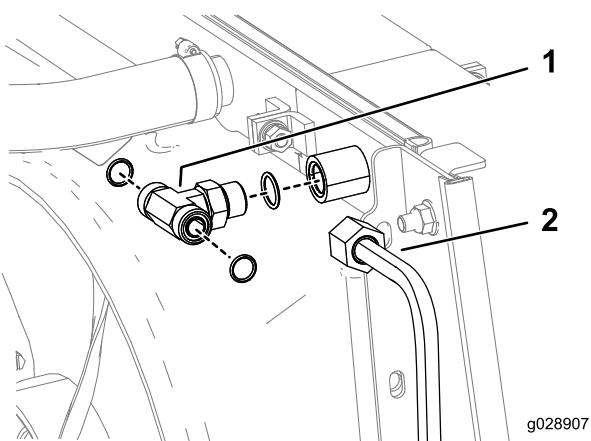

Bild 8
2. Schließen Sie das Ölkühlerrohr an die Anschlussstelle am T-Anschlussstück an (Bild 8).